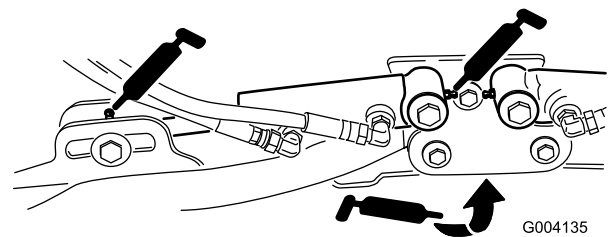

図 51
- ・ 昇降アームのシリンダ (各アームに2ヶ所) (図 51)
(図 51)